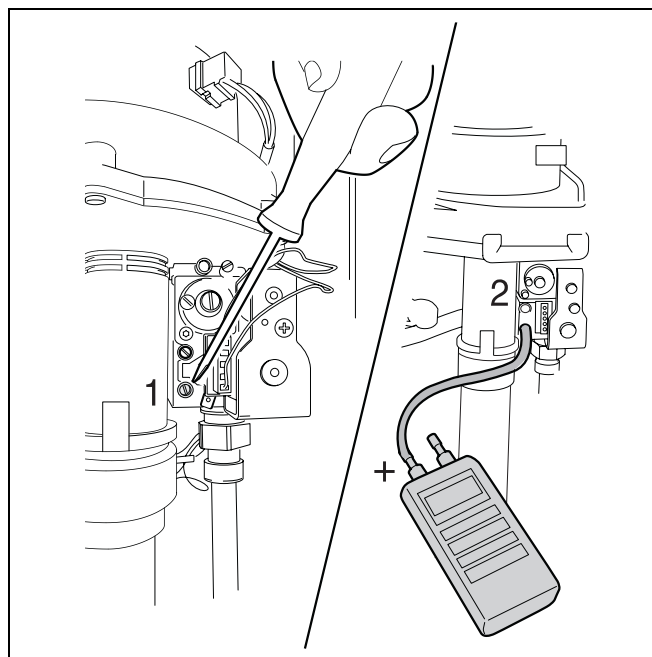

fig. 37 Gasvoordruk meten
- Draai de afdichtschroef in de voordrukmeetnippel iets open en sluit een lange slang hierop aan (→ fig. 37).
- Draai de schroef in de voordrukmeetnippel (onderste meetnippel) twee omwentelingen los (→ fig. 37, [1]).
- Steek één slang van de manometer op de voordrukmeetnippel (→ fig. 37, [2]).